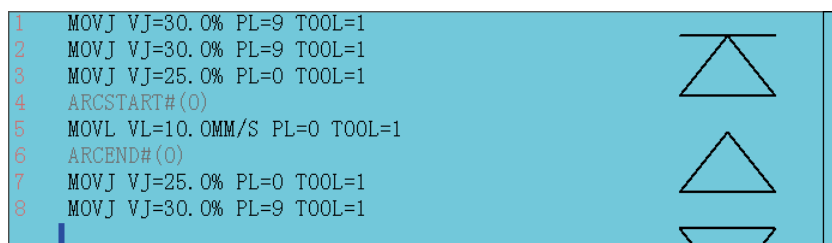

图 5.14
6.重复以上类似的步骤。将各程序点和各指令输入完成，如图5.14所示。